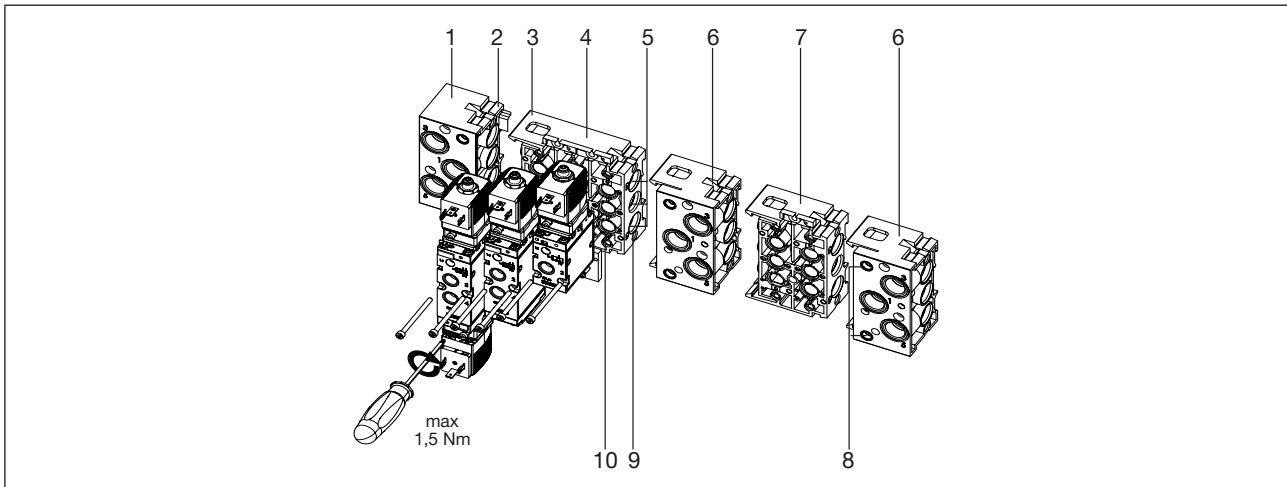

Bild 5: Beispiel eines Mehrfachblocks mit Ventilen des Typs 6519
- Montage mit Anschlussmodul links beginnen (siehe „Bild 5“)